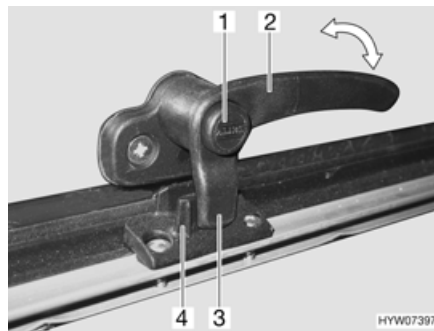
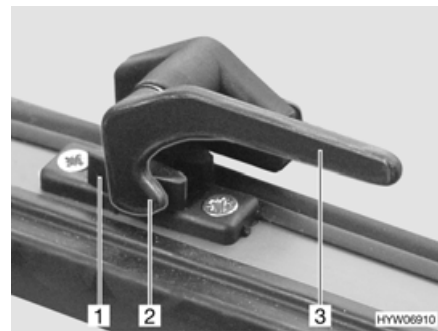

Bild 93 Låsarm med låsknapp i läget "stängd"
Bild 94 Låsarm i läget "stängd"
- Tryck på låsknappen (Bild 93,1) om sådan finns och håll den nedtryckt.
- Sväng låsarman (Bild 93,2 eller Bild 94,3) ett kvarts varv mot fönstrets mitt.
- Sväng låsarman (Bild 93,2 eller Bild 94,3) ett kvarts varv mot fönsterkarmen. Låsspaken (Bild 93,3 eller Bild 94,2) på låsarman sitter helt på fönsterlåsets insida (Bild 93,4 eller Bild 94,1).
- I läget "helt stängt" (Bild 93 och Bild 94)